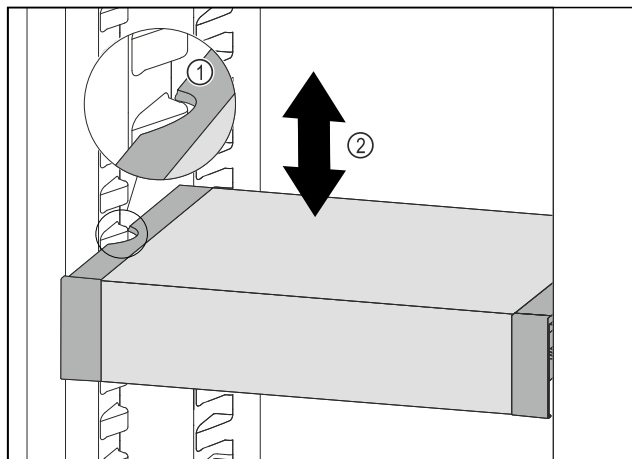

Fig. 155
- ▶ 向前移动 VarioSafe，直到 VarioSafe 两侧的凹槽与冷藏区中的容器肋梁持平。 Fig. 155 (1)
- ▶ 在冷藏区中向上或向下移动 VarioSafe，直至所需高度。 Fig. 155 (2)